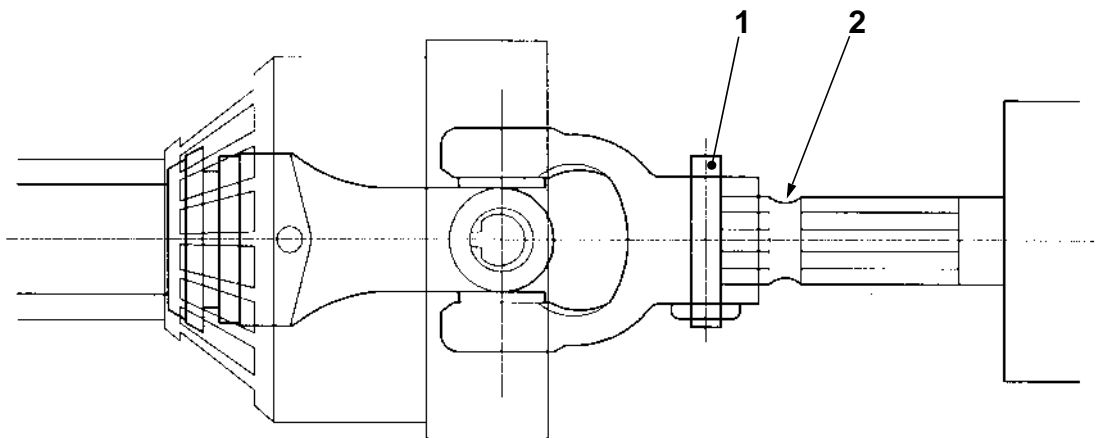

Bild 4-10 Anslutning av kraftöverföringsaxeln med låspinne
Kontrollera att låspinnen kan röra sig fritt innan anslutning 1 (Bild 4-10). Rengör och smörj pinnen vid behov.
- Tryck in kraftöverföringsaxeln på växellådans splineaxel, tills det tar stopp (bild 4-10).